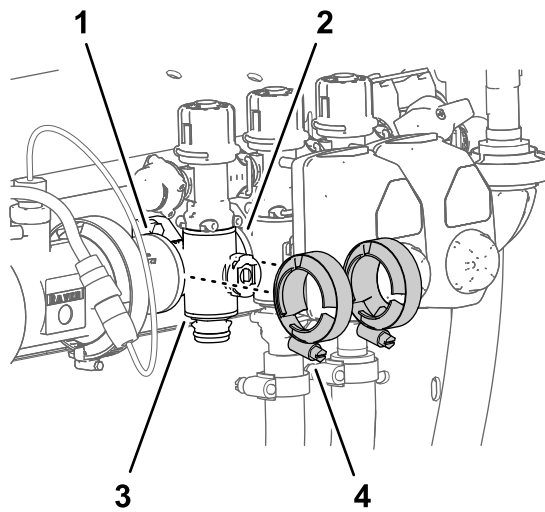

Bild 107
3. Entfernen Sie die zwei Flanschklebmen, mit denen das Abschnittverteilerventil an den Flanschen der danebenliegenden Komponenten befestigt ist (Bild 107).